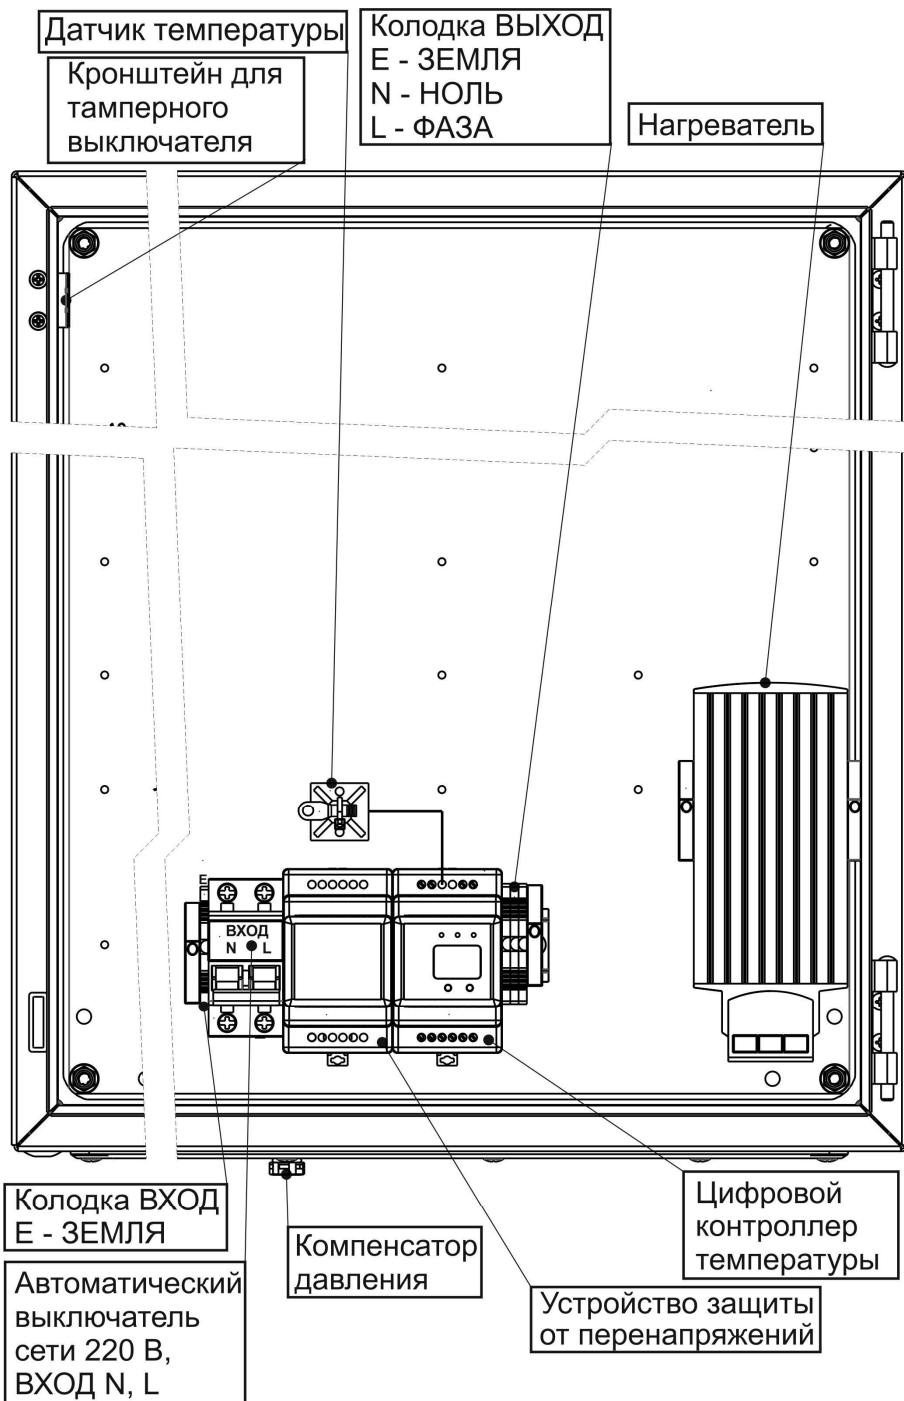

Рисунок 2 – Вид изделия с открытой дверцей
- клеммной колодке ВХОД и ВЫХОД~ 220В (см. рисунок 2).
Выполните подключение внешних цепей к изделию в соответствии с назначением клемм подключения (см. рисунок 2) в следующей последовательности:
- Провод заземления подключите к клемме E (ЗЕМЛЯ) на колодке «ВХОД» (см. рисунок 2).
- Подключите, соблюдая фазировку, к клеммам автоматического выключателя сетевые провода N (НОЛЬ) и L(ФАЗА) (см. рисунок 2).
- В случае необходимости установите тамперный переключатель (входит в комплект поставки) на специальный кронштейн (см. рисунок 2), используя входящий в комплект крепеж.